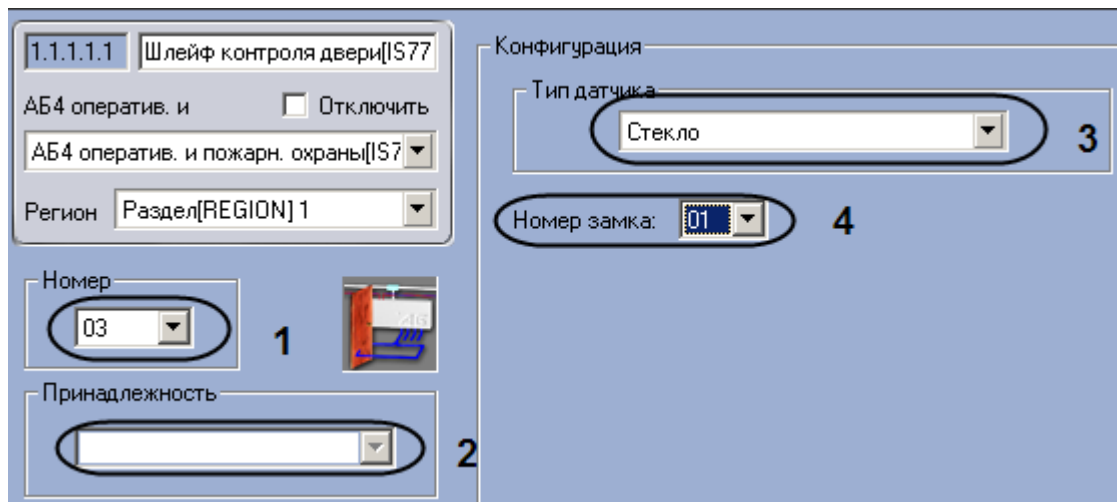

Рис. 3.7—22. Настройка шлейфа контроля двери
2. Из раскрывающегося списка **Номер** выбрать аппаратный адрес шлейфа контроля двери (см. Рис. 3.7—22, 1).
3. Из раскрывающегося списка **Принадлежность** выбрать объект **Зона доступа** или **Зона охраны и доступа**, к которому относится данный шлейф контроля двери (см. Рис. 3.7—22, 2).